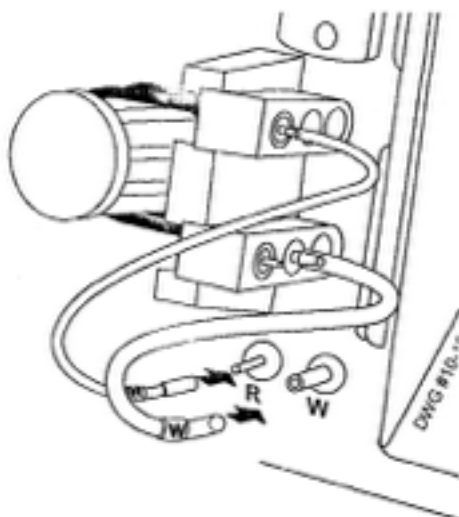

Рисунок 11. Соединение трубок насоса, трубки реагента и отходов.
5. Подсоедините концы трубки к обозначенным выходам референсного электрода и перестальтического насоса. (См. рисунок 11.)